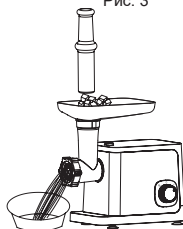
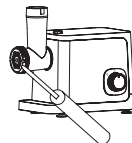

Рис. 8
Рис. 9
- Всегда во время работы используйте только толкатель (5) (рис. 8).
- Во время работы используйте только толкатель (5), входящий в комплект поставки (рис. 8). Не прилагайте чрезмерных усилий для проталкивания мяса или других продуктов.
- После окончания работы, выключите мясорубку, установив ручку переключателя режимов работы (1) в положение «0», выньте вилку шнура питания из электрической розетки, после этого приступайте к её разборке.
- Для разборки головки мясорубки (7), открутите гайку (11) поворачивая её против часовой стрелки, выньте из корпуса головки мясорубки (7) установленную решётку (10), выньте крестообразный нож (9) и шнек (8).
Примечание: для снятия сетки (10), можно использовать, например отвёртку с плоским наконечником (рис. 9).